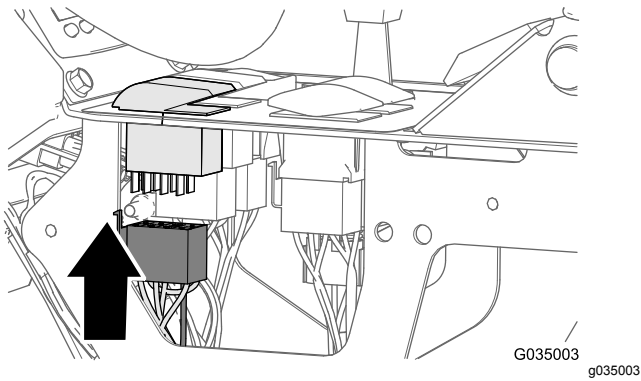

图 117
4. 将线束的 8 针插槽接头与打药泵开关的 8 针接头连接图 117。
5. 如图 117 所示将后线束 81cm 支管固定到机器的前线束上。